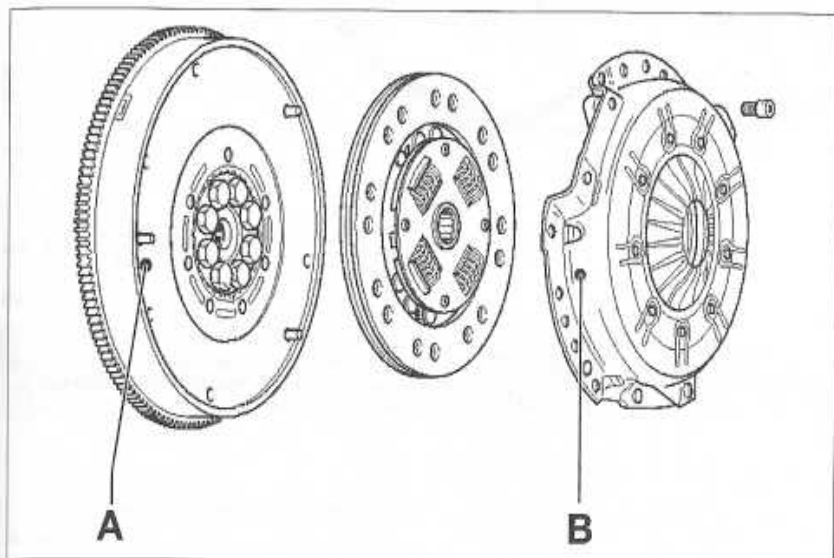

FIGURE 2-1
- Repérer les points blancs (A et B) du volant moteur et du mécanisme (si présent) (voir figure 2-1).